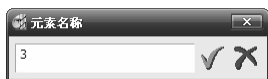

图 3-181 选择参考线 1 的边界 3
2) 在“PowerMILL 资源管理器”选中参考线中的“1”，单击鼠标右键，在弹出的快捷菜单中选择“插入”→“边界”命令，弹出“元素名称”对话框，如图 3-181 所示。输入边界“3”，单击 ☒ 按钮确认。